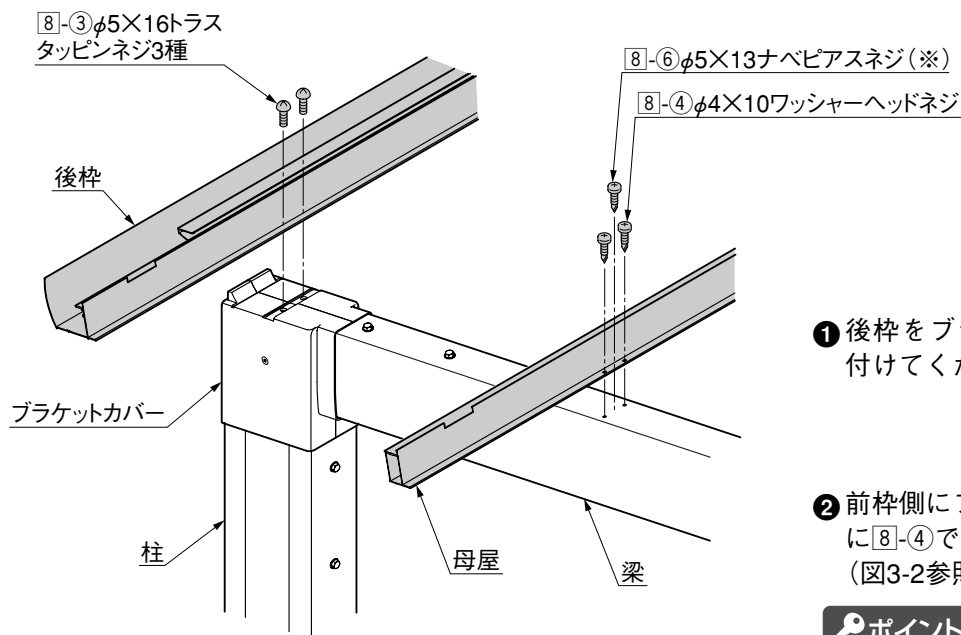

図3-1
① 後枠をブラケットカバーに8-3で取付けてください。(図3-1参照)